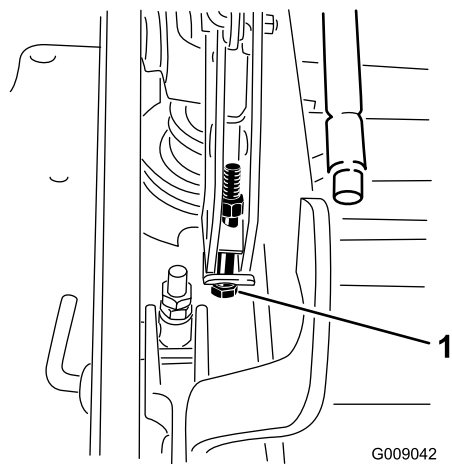

Figura 85
15. Si la carcasa está demasiado baja, apriete el perno del ajuste de un solo punto girándolo en el sentido de las agujas del reloj. Si la carcasa está demasiado alta, afloje el perno del ajuste de un solo punto girándolo en el sentido contrario a las agujas del reloj (Figura 85).